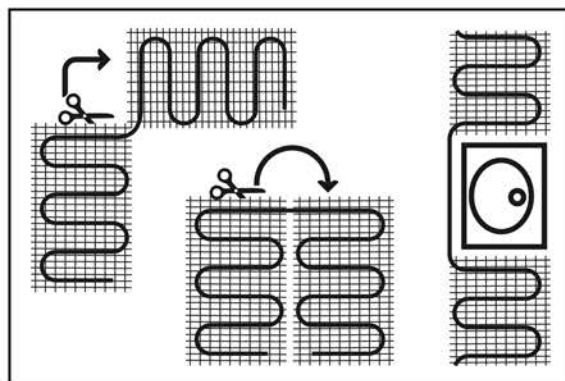

Рис. 6 – Разрезание сетки для нужной конфигурации
5. Нанести грунтовку. Уложить нагревательный мат сеткой вниз, согласно составленной схеме. Проверить, что мат прочно приклеился к полу благодаря клеевой основе. Разрезать стекловолоконную сетку при необходимости получения желаемой обогреваемой площади (рис.6).